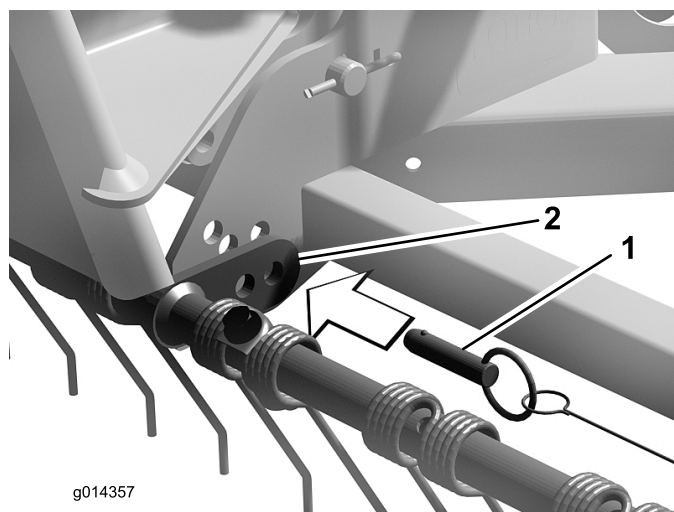

Figure 8
- Fixez la patte de la barre porte-dents à ressort au Turf Groomer avec la goupille à extraction rapide (Figure 8). L'angle de la barre porte-dents peut être réglé en déplaçant la goupille à extraction rapide dans une autre série de trous sur la patte de montage et le Groomer.
Remarque: Pour verrouiller la barre porte-dents à ressort en position de fonctionnement ou de rangement, il faudra éventuellement exercer une légère poussée vers l'intérieur pour aligner la goupille à extraction rapide sur la patte de montage (Figure 8).